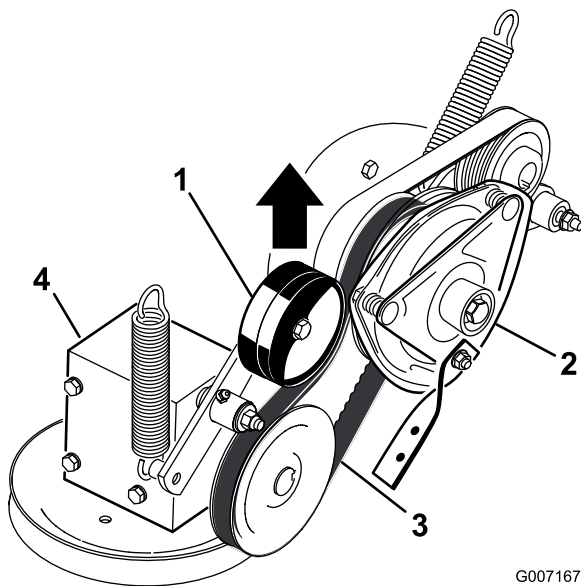

Figura 54
5. Sollevate la puleggia tendicinghia a molla della cinghia di trasmissione della PDF e rimuovete la cinghia dalla puleggia della frizione (Figura 54).
17. Sollevare la puleggia tendicinghia a molla della cinghia di trasmissione della PDF e installatela sulla puleggia della frizione (Figura 54).